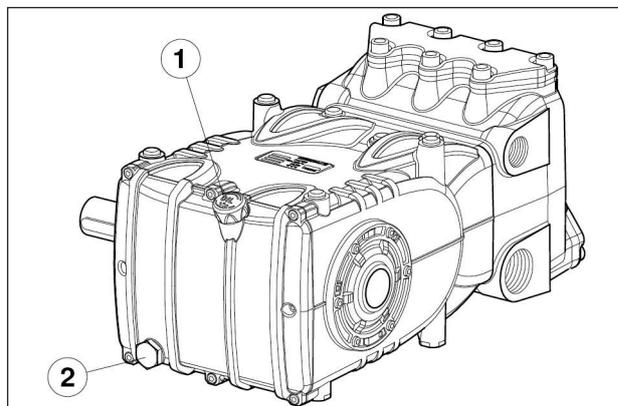

Fig. 3
Contrôler le niveau d'huile et faire l'appoint si nécessaire avec la jauge d'huile rep. ①, Fig. 3.
Le contrôle correct du niveau d'huile doit s'effectuer avec la pompe à température ambiante, alors que la vidange de l'huile se fait avec la pompe à la température de fonctionnement en retirant d'abord la jauge d'huile rep. ①, puis le bouchon rep. ②, Fig. 3.
Enfiler une sonde de température dans le bouchon de vidange d'huile, rep.(2) fig.3. Voir manuel « PROTECTION ANTIDÉFLAGRANTE ATEX ».